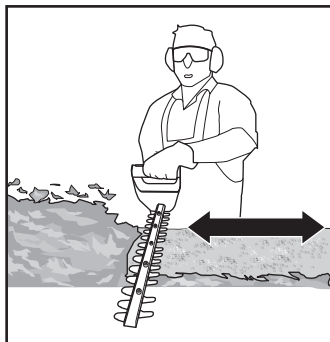

Rys. 7
- Upewnić się, że uchwyt tylny (8) jest zablokowany w jednej z pięciu wstępnie określonych pozycji, a nie w innej pozycji pośredniej.
- Zawsze pewnie trzymać maszynę obiema rękami za uchwyt przedni (3) i uchwyt tylny (8). Nie wolno obsługiwać maszyny tylko jedną ręką.
- Najpierw przycinać po bokach, od dołu do góry. Zapobiega to spadaniu ścinków na miejsce, które ma dopiero zostać przycięte (rys. 7).